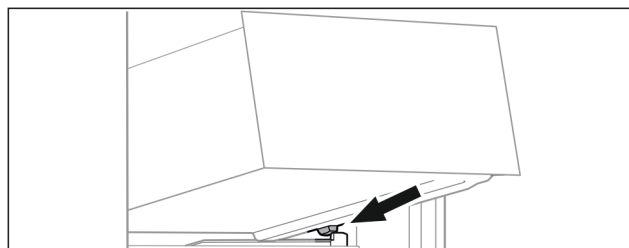

Fig. 167
- ▶ Nasadte zásuvku šikmo za zarážky na žebrování na nádoby. (viz Fig. 167)